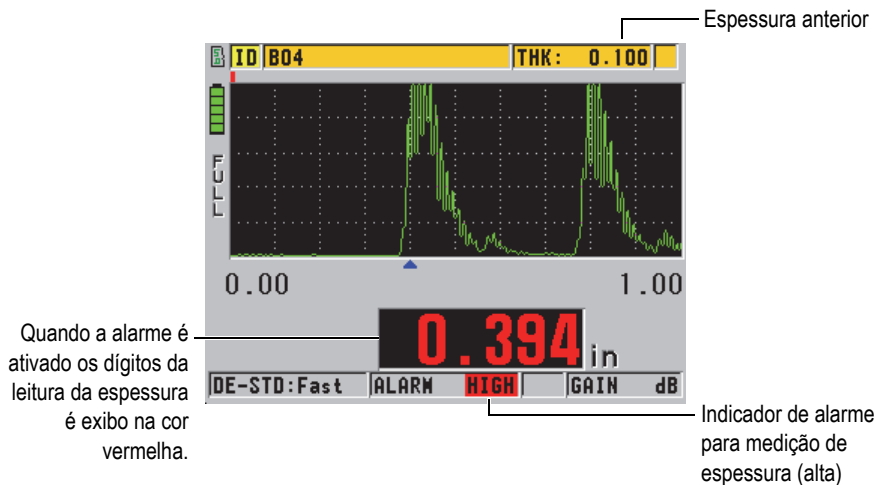

Figura 7-4 Exemplo de indicador de alarme ALTO (mostrado quando a opção Aveniforme está ativada)
- O indicador de alarme **HIGH** ou **LOW** é exibido em um fundo vermelho no canto direito da parte inferior da tela de medição (veja Figura 7-4 na página 146).